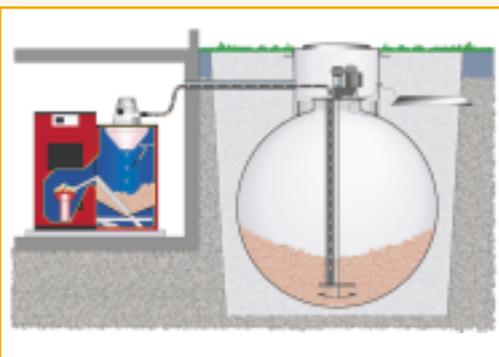

Abb. 13: Beispiel für einen Pelletlagertank außerhalb des Hauses. Die Pelletförderung erfolgt durch Saugaustragung (Quelle: Nau GmbH, Moosburg-Pfrombach)
- in einem unterirdischen Lagertank außerhalb des Gebäudes (siehe Abbildung 13).